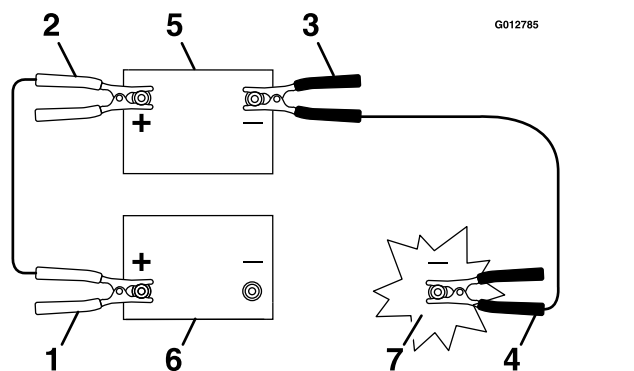

Figure 79
3. Branchez la cosse du câble positif (+) (rouge) à la borne positive (+) de la batterie à plat (Figure 79).